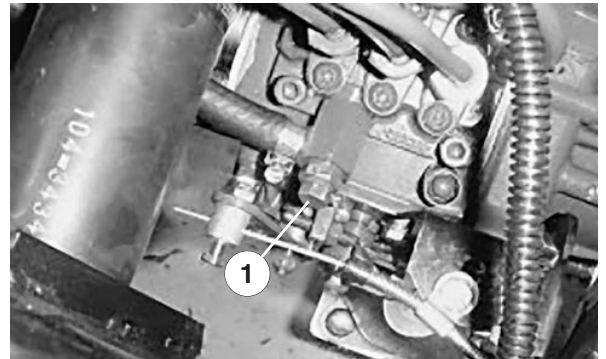

Figure 13
3. Desserrez la vis de purge sur la pompe d'injection (Fig. 13).